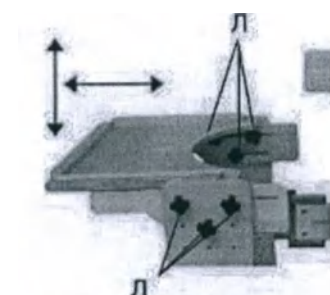

Рис. 18
7) Регулировка положения столика (рис.18)